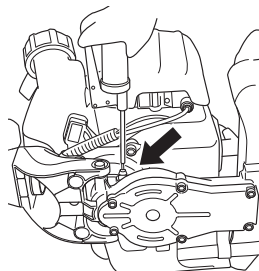

Fig. 14
**Caja de engranajes (Fig. 14)**